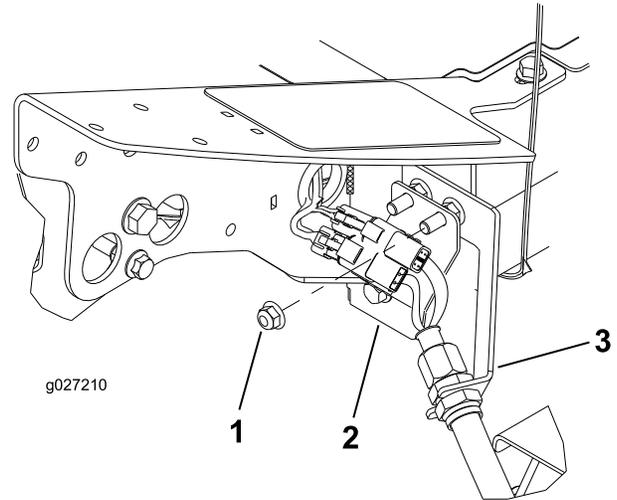

Bild 12
1. Spindeltriebsmotor 2. Befestigungsschraube (2)
3. Setzen Sie die Anschlussplatte so auf die Befestigungsschrauben des Schotts, dass die Anschlüsse, wie in Bild 12 abgebildet, positioniert sind.
1. Entfernen Sie an der linken Vorderkante des Rahmens (Schneideinheit Nr. 4) die zusätzliche Bundkopfmutter an der Schraube, mit der die Schotthalterung an der Maschine befestigt ist (Bild 12).